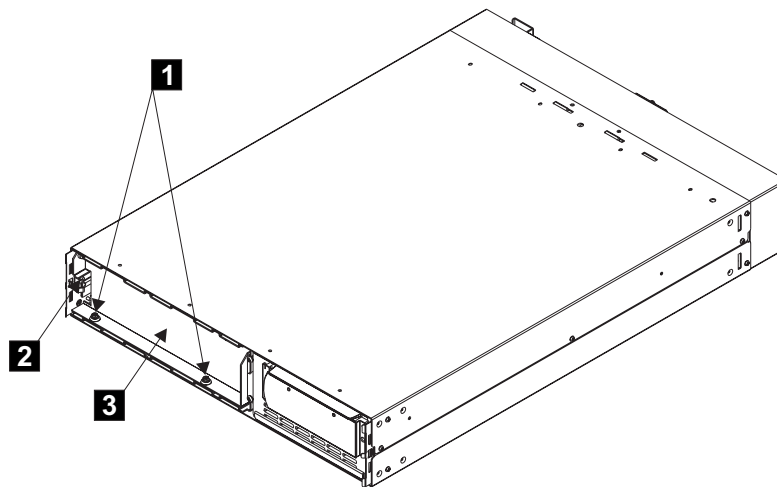

図 178. バッテリーの保持ブラケットの取り外し
- a. 2 つのボルト **1** (図 178) を取り外します。